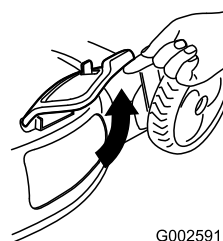

Figure 24
2. Soulevez et ouvrez le volet d'éjection latérale (Figure 24).